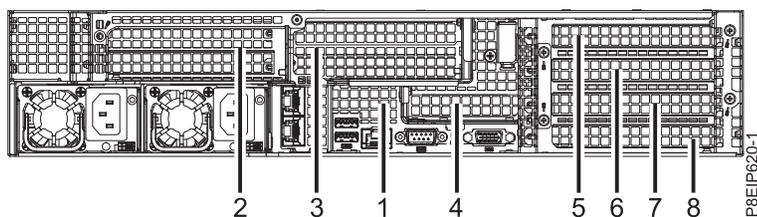

Figura 21. Posiciones del adaptador PCIe 8001-22C
2. Un adaptador GPU puede compartir una tarjeta de expansión PCIe con otros adaptadores. Los sistemas con un procesador pueden tener una GPU en la posición 3. Los sistemas con dos procesadores pueden tener varias GPU en la posición 3 y 5. La posición 3 es la preferida para conseguir una refrigeración óptima. Etiquete y extraiga los cables y enchufes que salen de los adaptadores. Consulte la Figura 21.